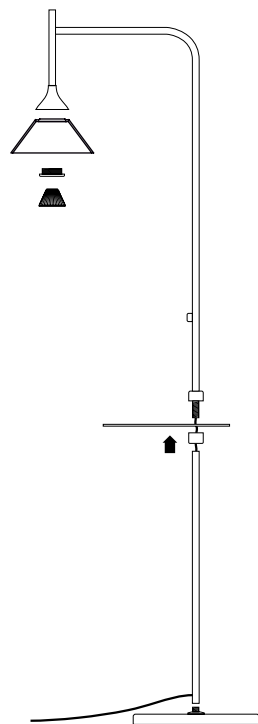

Рис. 2. Установка и подключение светильника
- 3.4. Наденьте столик-полку на стойку, как показано на рис. 2. Зафиксируйте шайбой Гровера и гайкой. Затяните фиксатор до упора. Убедитесь, что столик-полка находится в горизонтальном положении и не имеет люфта, а все резьбовые соединения затянуты.